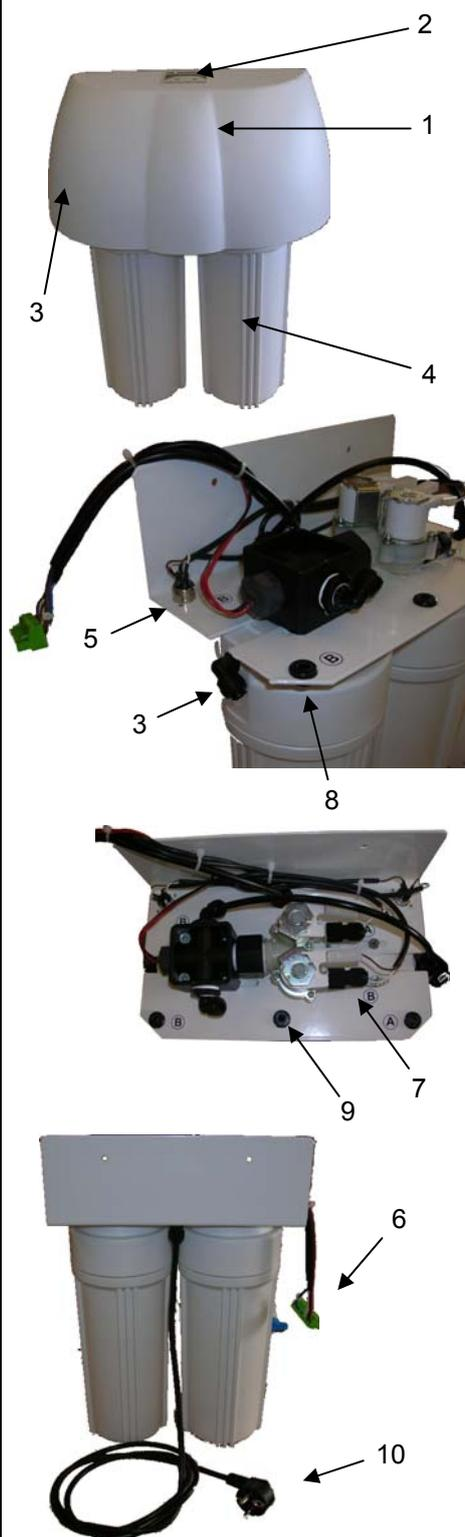

Рис. 2.1 Составные части деионизатора
**Верхняя крышка (1** на Рис. 2.1) располагается сверху устройства; красный и зеленый индикаторы (2) показывают качество воды, обработанной деионизатором (установленное предельное значение составляет 15  $\mu\text{См/см}$ ). Зеленый индикатор загорается для указания, что проводимость произведенной воды ниже заданного предела; красный индикатор показывает, что качество воды стало неприемлемым и необходима замена картриджей со смолами.